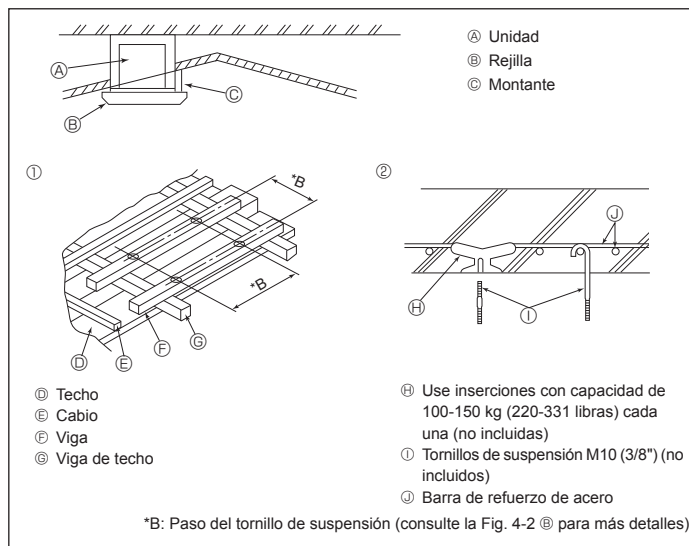
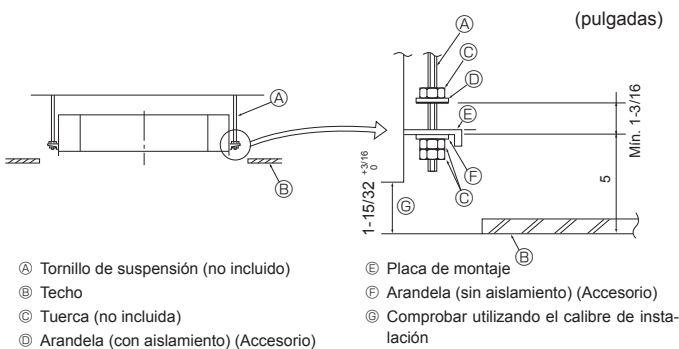

Fig. 4-4
Fig. 4-5
- (A) Forma recomendada del reborde del conducto
- (B) Orificio de corte de $\varnothing 73.4$ mm (2-7/8 pulgadas) (Grosor: 0.8 mm (1/32 pulgada) o superior)
- (C) Orificio de 3- $\varnothing 5$ mm (3/16 pulgada)
- (D) Vista detallada de la entrada de aire fresco
- (E) Unidad interior
- (F) 3 orificios para tornillos roscados
- (G) Orificio de corte de $\varnothing 73.4$ mm (2-7/8 pulgadas)
- (H) Reborde del conducto (por parte del técnico)
- (I) Tornillo roscado de 4 × 10 mm (por parte del técnico)
- (J) Aislamiento
4.4. Estructura de suspensión (refuerzo de la estructura de suspensión) (Fig. 4-4)
- ① Estructuras de madera
- ② Estructuras de hormigón armado
4.5. Procedimientos de suspensión de la unidad (Fig. 4-5)